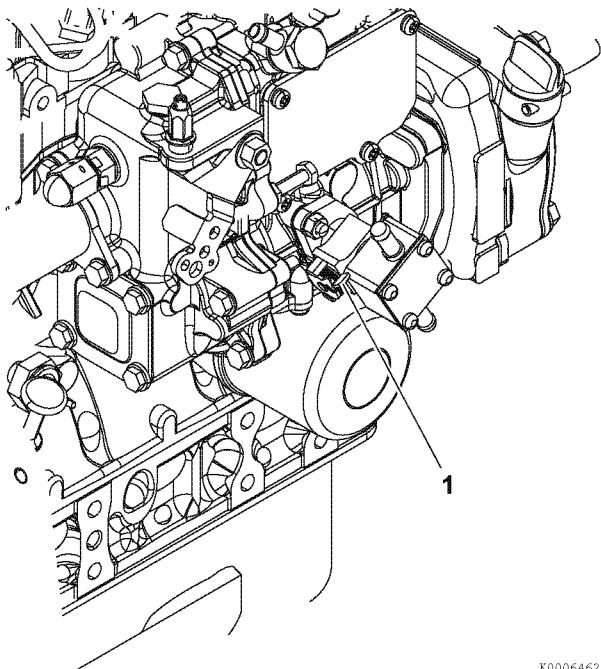

Рисунок 2
- Нажмите несколько раз на рычаг ручной подкачки (1, Рисунок 2), чтобы топливо заполнило чашку топливного фильтра (2, Рисунок 2).